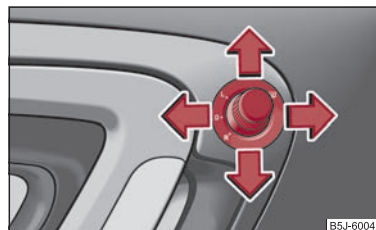

Abb. 46 Türinnenteil: Drehknopf
- Stellen Sie den Drehknopf in die Position **☀** ⇒ Abb. 46.